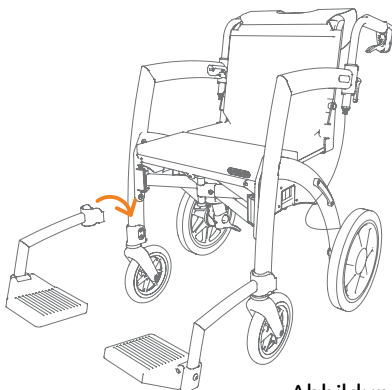

Abbildung 26
- c. Die Fußstützen befinden sich in der Rollstuhltasche. Diese platzieren Sie in den Fußstützenhaltern an der Vorderseite des Rollz Motion, indem Sie diese von der Oberseite der Fußstützenhalter herunter gleiten lassen (Abb. 26).